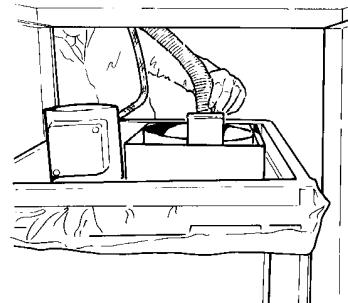

Fig. 2
- Schieben Sie den Transportwagen in den Tisch. Stecken Sie den Rückflußschlauch wieder in das Sieb (Abb. 2).